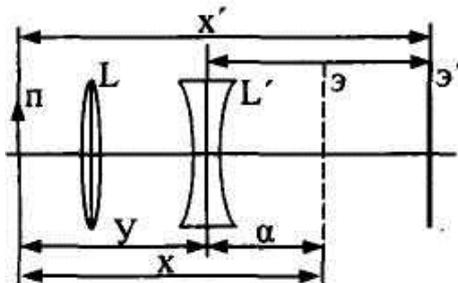

Рис.3
2. Между собирающей линзой и экраном поставить рассеивающую линзу  $L'$  (рис.3) и записать ее положение  $Y$ . Для линзы  $L'$  «предметом» является изображение на экране в положении  $X$ .